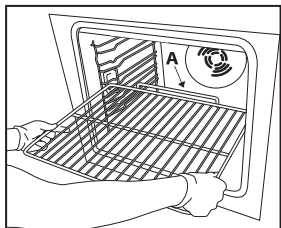

Fig. 1
1. Introduza a grelha na horizontal, com a parte "A" virada para cima (fig. 1).